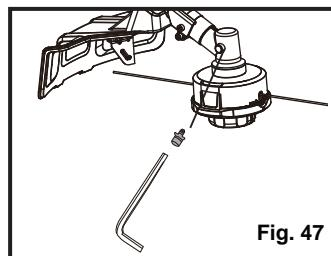

Fig. 47
- Saque el tornillo y revise el nivel de grasa (Fig. 47).